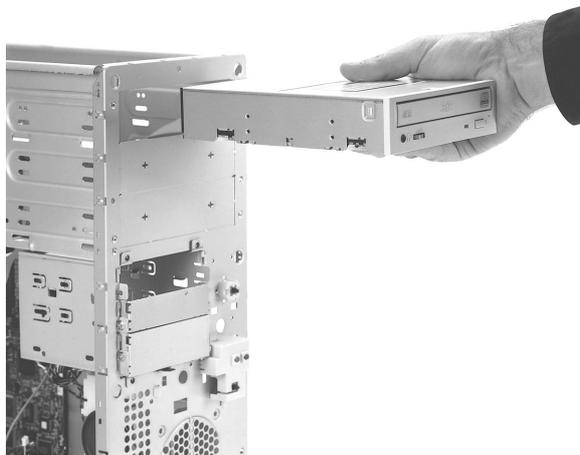

Рис. 24.21. Установка оптического накопителя в отсек корпуса
2. Поместите накопитель в соответствующий отсек корпуса (рис. 24.21). Перед этим не забудьте установить в нужное положение все переключки и переключатели на накопителе.